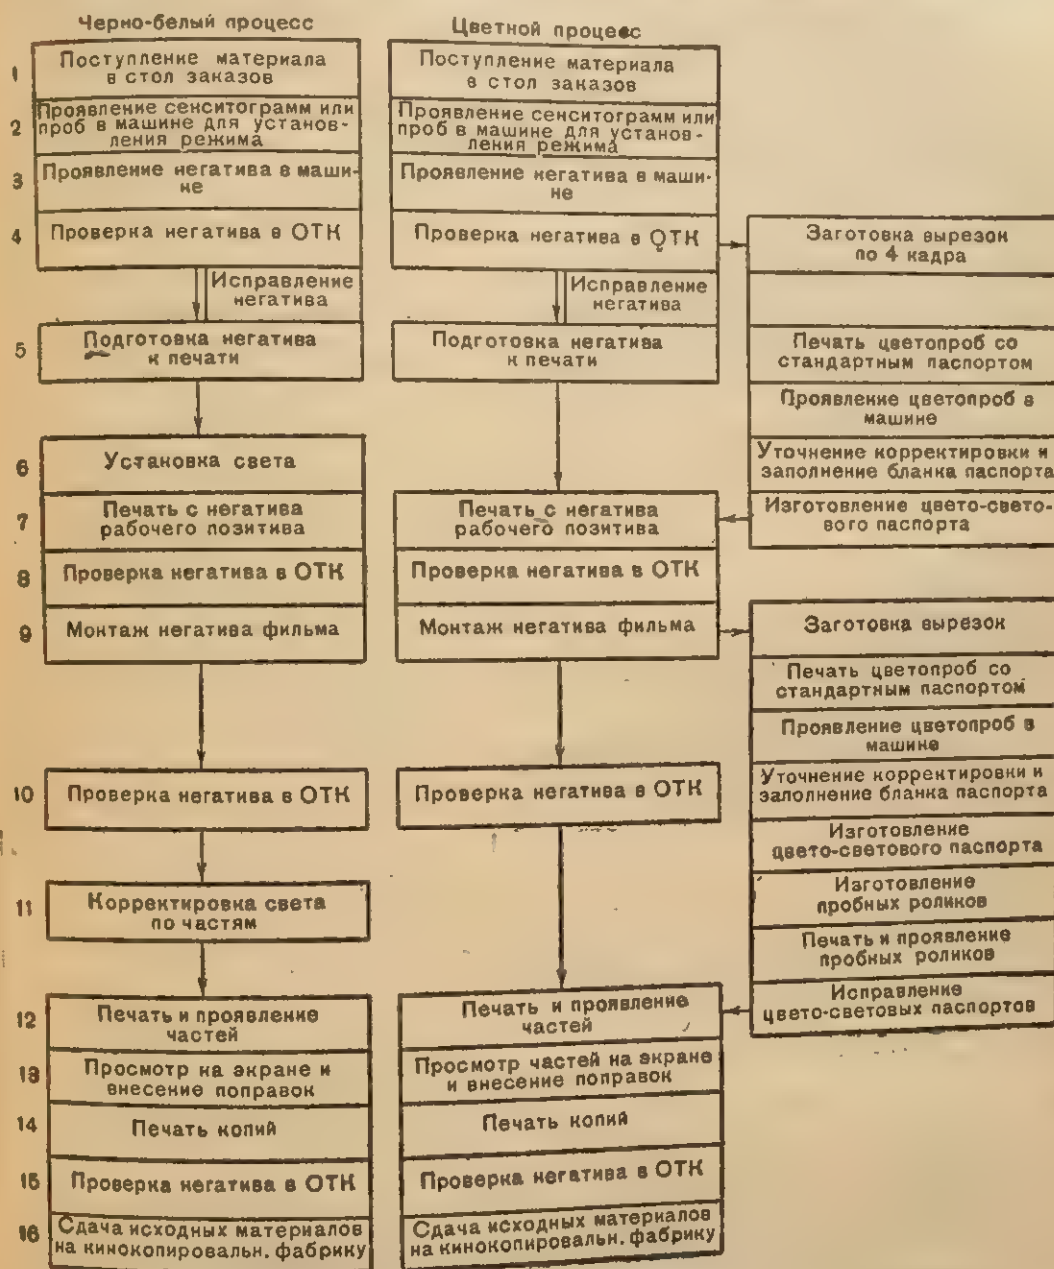

Рис. 130. Схема технологического процесса обработки цветных и черно-белых кинопленок
**Обработка черно-белых и цветных киноплёнок.** На рис. 130 приведена схема технологического процесса обработки черно-белых и цветных киноплёнок. Процесс обработки цветных негативов значительно сложнее черно-белых.